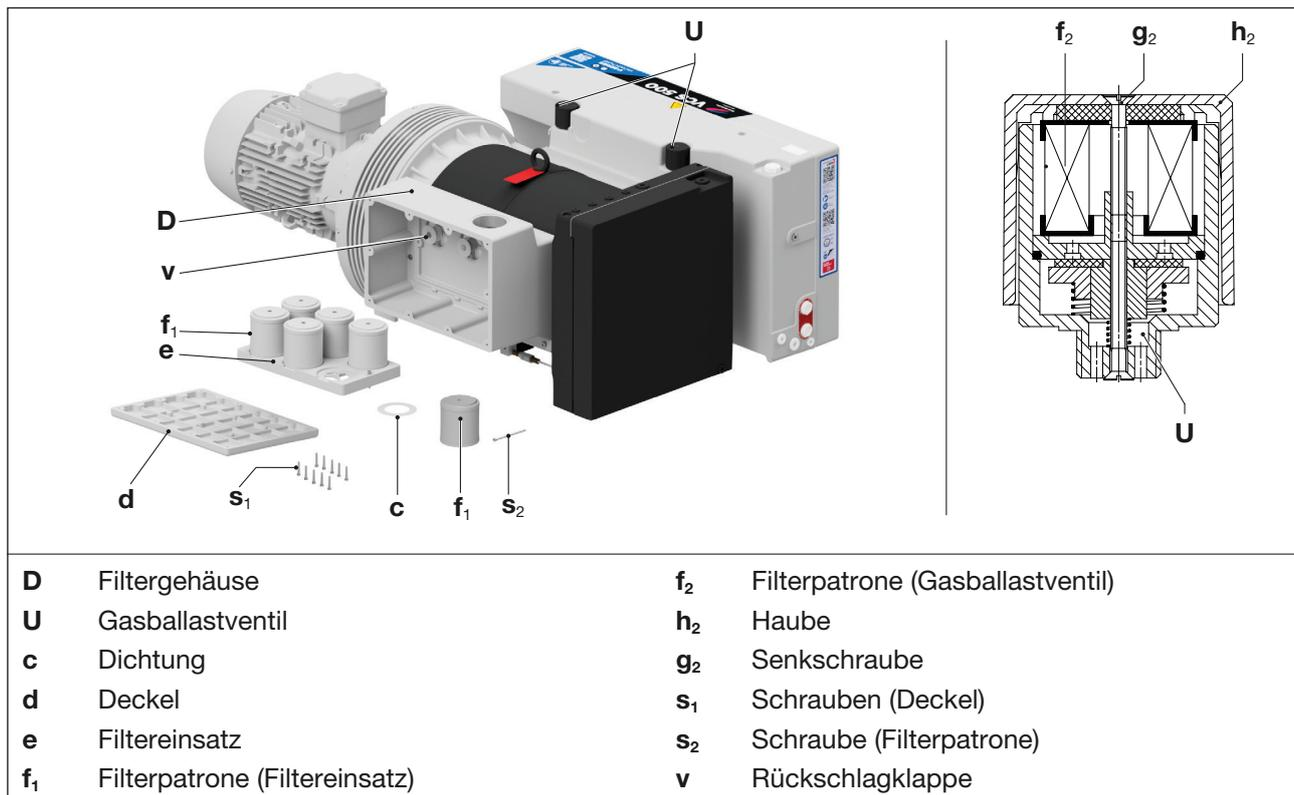

Abb. 8 Luftfilter und Gasballastventil
Die Filterpatronen (Abb. 8/f₁) sind monatlich oder je nach Verunreinigung des abgesaugten Mediums auch öfter durch Ausblasen zu reinigen. Trotz Reinigung der Filter wird sich deren Abscheidungsgrad zunehmend verschlechtern. Deshalb sollten die Filter halbjährlich erneuert werden.
- Schrauben (Abb. 8/s₁) am Deckel (Abb. 8/d) des Filtergehäuses (Abb. 8/D) lösen und Deckel abnehmen.
- Den Filtereinsatz (Abb. 8/e) herausnehmen.
- Die Schraube (Abb. 8/s₂) an der Filterpatrone (Abb. 8/f₁) lösen und Filterpatrone mit Dichtung (Abb. 8/c) vom Filtereinsatz (Abb. 8/e) abnehmen. Für alle Patronen wiederholen.
- Das Filtergehäuse (Abb. 8/D) ebenfalls reinigen.
- h) Die Rückschlagklappe (Abb. 8/v) auf Verunreinigungen prüfen und bei Bedarf reinigen.
- i) Alle Filterpatronen (Abb. 8/f₁) zusammen mit einer Dichtung (Abb. 8/c) wieder auf dem Filtereinsatz montieren.
- j) Den Filtereinsatz (Abb. 8/f) wieder in das Filtergehäuse (Abb. 8/D) einsetzen und den Deckel (Abb. 8/d) mit den Schrauben (Abb. 8/s₁) befestigen.
Die Pumpen arbeiten mit zwei Gasballastventilen (Abb. 8/U). Die eingebaute Filterpatrone (Abb. 8/f₂) ist je nach Verunreinigung des durchströmenden Mediums mehr oder weniger oft zu reinigen.
- a) Gasballastventil (Abb. 8/U) von der Pumpe abschrauben.
- b) Die Senkschraube (Abb. 8/g₂) an der Kunststoff-Haube (Abb. 8/h₂) lösen und Kunststoff-Haube (Abb. 8/h₂) entfernen.
- c) Alle Filterteile zur Reinigung herausnehmen und die Filterpatrone (Abb. 8/f₂) durch Ausblasen reinigen oder ersetzen.
- d) Filterpatrone (Abb. 8/f₂) in das Ventil einsetzen, Kunststoffhaube (Abb. 8/h₂) aufsetzen und mit der Senkschraube (Abb. 8/g₂) befestigen. Schraube handfest anziehen.